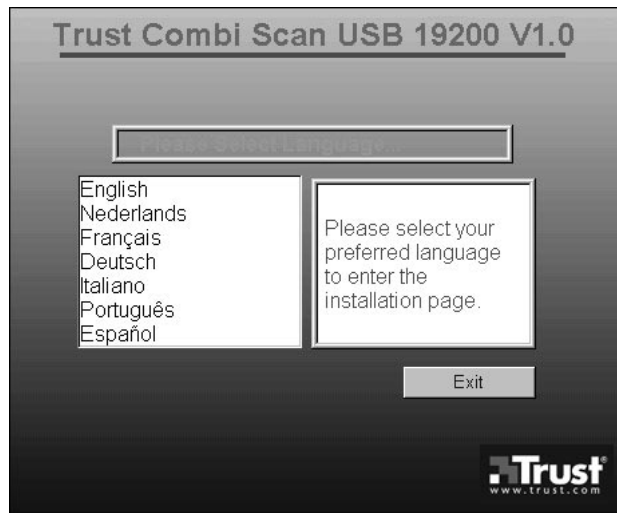
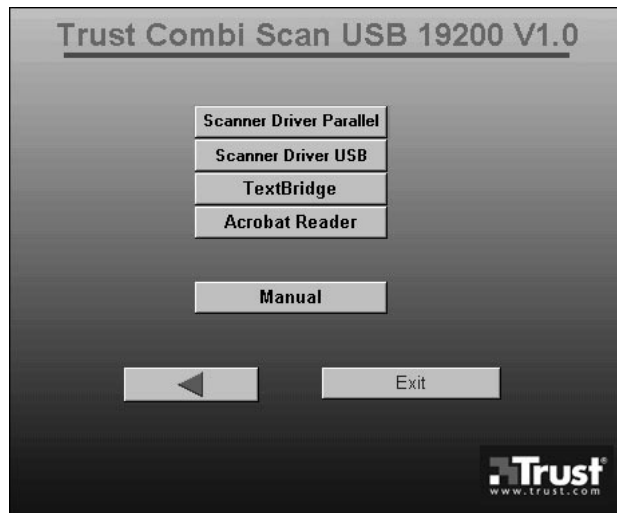
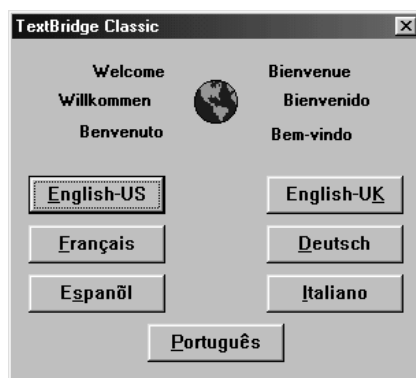

Figura 8: Selezione della lingua
Figura 9: Menu di installazione
Figura 11: Selezione della lingua
5. Selezionare con il mouse la lingua (inglese, francese, tedesco, italiano, spagnolo, portoghese o olandese) che si desidera utilizzare durante l'installazione (vedere la figura 8). Dopo aver selezionato la lingua desiderata, appare una finestra come quella riportata in figura 9.
Al termine dell'installazione del driver, è ancora disponibile il menu d'installazione (vedere la figura 9). In caso contrario, ripetere i punti da 1 a 5 del paragrafo 4.1. Eseguire le operazioni descritte di seguito per l'installazione di TextBridge.
1. Nel menu d'installazione (vedere la figura 9), fare clic su 'Textbridge'. Apparirà una finestra come quella riportata in figura 11.